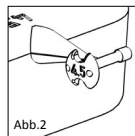

Abb. 2
■ **Abb. 1a, 1b/2** Die Sizer Disk (Abb. 1a, 1b) für Total-Prothesen besitzt acht satellitenförmig angebrachte Einzelsizer unterschiedlicher Länge (3,0-7,0 mm). Auf der Rückseite eines jeden Sizers wird die entsprechende Länge angezeigt (Abb. 2). Die Aussparungen und Bohrungen dienen der Gewichtsreduktion, sowie der besseren Übersicht während des Messvorganges im Mittelohr.